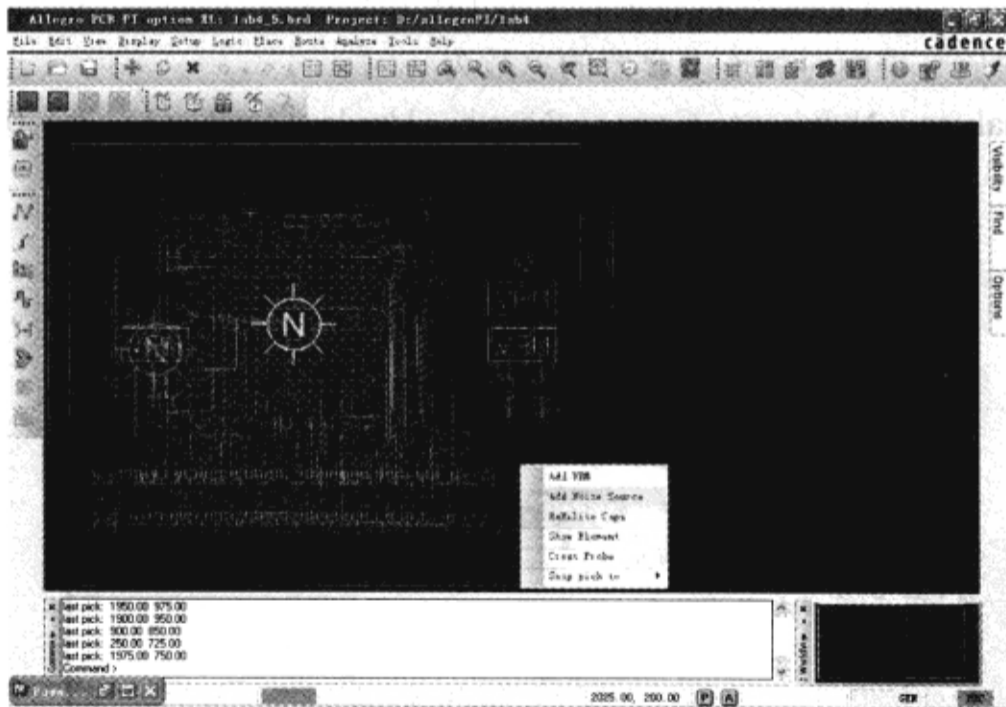

图 10-7-89 添加电压调节模块
(5) 在 Allegro PCB PI option XL 窗口中单击鼠标右键，在弹出的菜单中选择“Add Noise Source”，如图 10-7-89 所示。